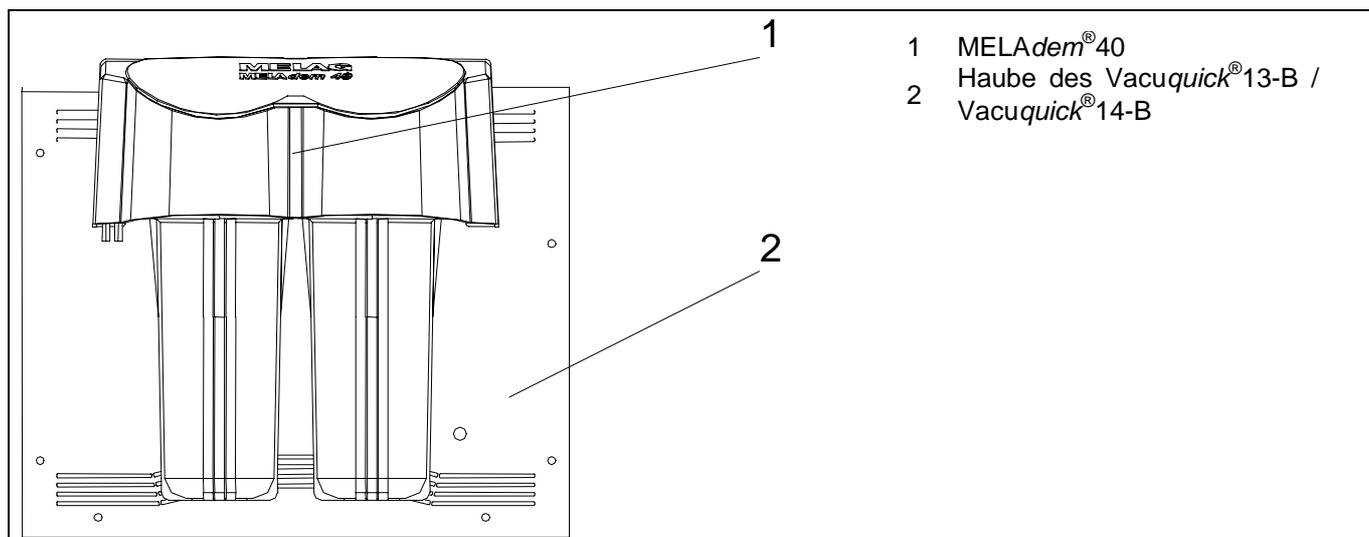

Abbildung 9: Korrekte Position der MELAdem® 40 am Vacuquick®13-B / Vacuquick®14-B
7. MELAdem[®]40 senkrecht von oben einhängen und nach unten schieben, bis das Gehäuse der MELAdem[®]40 in die Aufnahmen einrastet. Die Endposition ist in Abbildung 9 zu sehen.